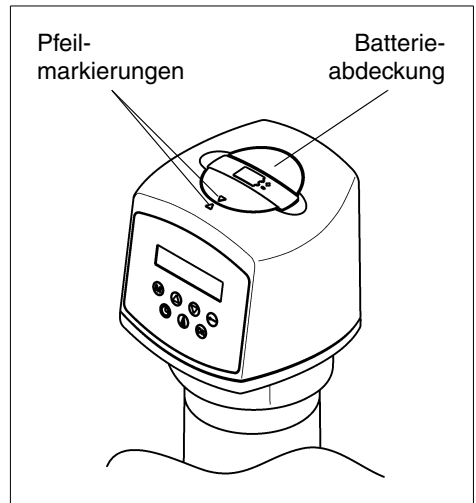

Abb. 11: Batteriewechsel
- Batterieabdeckung wieder schließen. Auf die korrekte Lage der Pfeilmarkierungen achten (siehe Abb. 11).